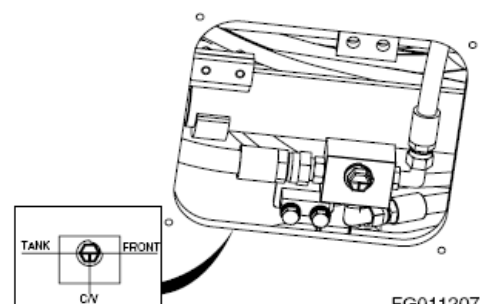

Figura 85
1. Antes de activar el perforador, compruebe la posición de la válvula selectora (Figura 85).
Intente mantener siempre la argolla de izada (Figura 85) justo debajo de la línea central del brazo y del pasador de la cuchara. De este modo, el peso de la carga se mantiene principalmente sólo por el perno y no por el cilindro de la cuchara, la articulación o los pasadores de articulación.